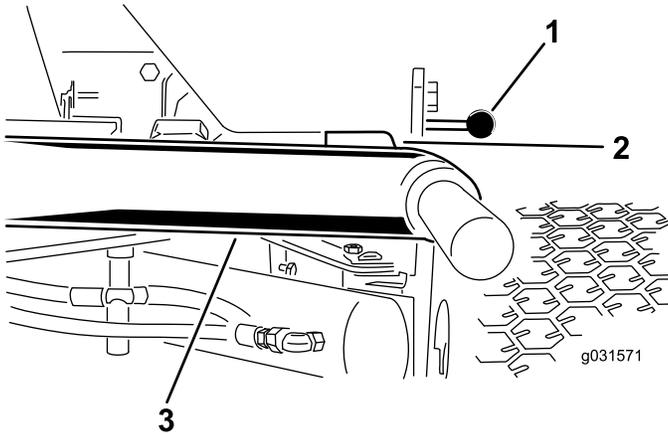

Figure 13
1. Démarrez le moteur, levez les unités de coupe et vérifiez qu'un espace de 5 à 8 mm sépare chaque bras de levage et le support de la plaque de plancher, comme montré à la Figure 13.